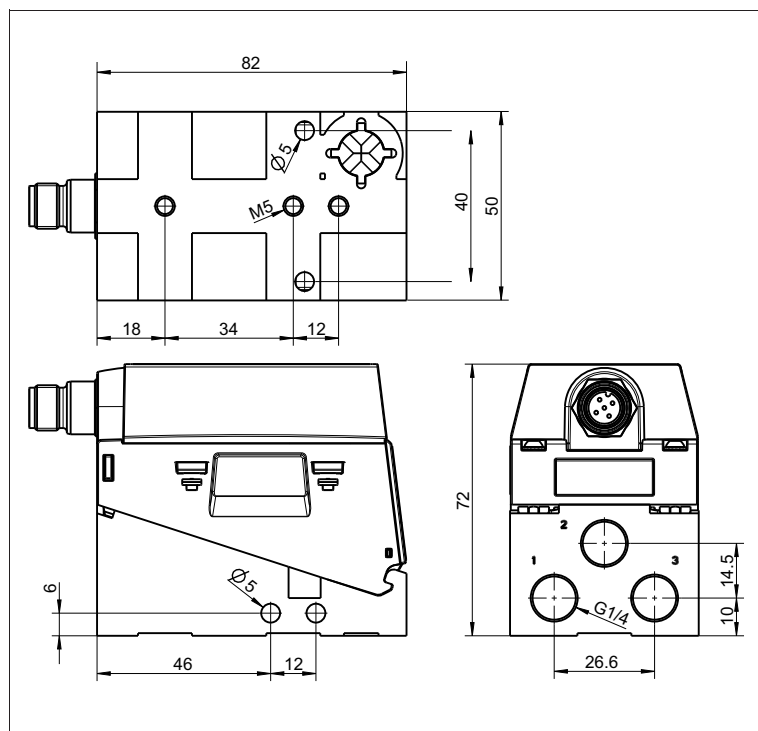

Fig. 4: Disegno quotato
- Prendere visione delle distanze tra fori dai disegni quotati (vedere Fig. 4)